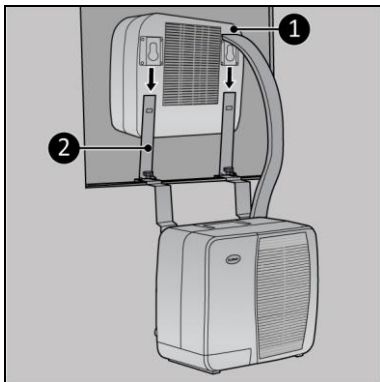

Figura 9
2. Fai scorrere l'unità interna sulle staffe di supporto (Figura 9, pos. 2).